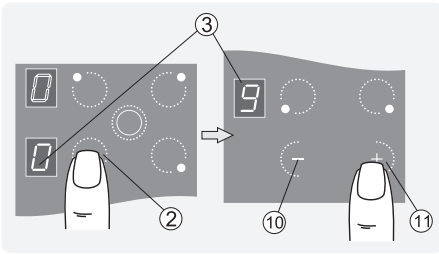

Рис.6
1. Коснуться зоны ② с обозначением выбранной конфорки, после чего конфорка перейдет в режим управления. В соответствующем окне индикации мигает «0» (рис.6).
1. Работавшую конфорку перевести касанием зоны ② в режим управления (рис. 6).